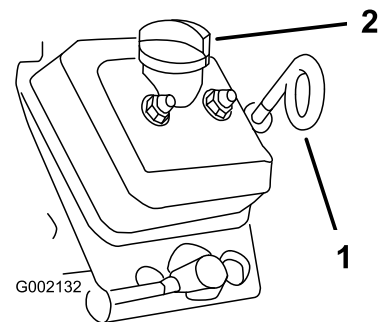

图 32
3. 用抹布清洁量油尺和加油颈盖图 32周围的区域防止灰尘落入量油尺管道或加油颈并损坏发动机。
4. 取出量油尺并擦拭干净图 32。
5. 将量油尺滑入量油尺管道中并确保它完全插入图 32。
- 安装加油颈盖图 32。
- 安装量油尺并固定到位图 32。